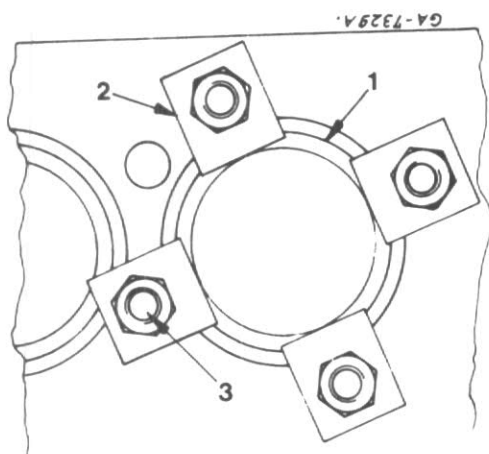

Figure 80
3. Bridez la chemise à l'aide des quatre pattes de fixation comme le représente la fig. 80 et que l'on fabriquera sur place. Espacez équitablement les pattes de façon à obtenir une pression uniforme
sur la collerette de la chemise. Voir fig. 80. Serrez les vis en trois temps à 41 mN., Premier temps 14 mN., deuxième temps 27 mN., troisième temps 41 mN.